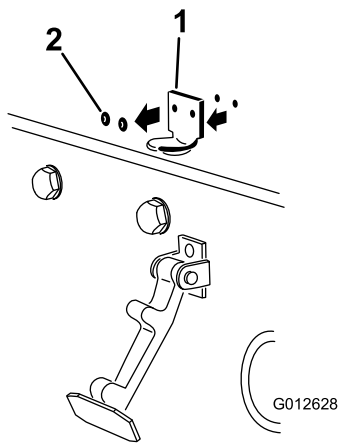

图 17
2. 卸下将机罩门锁支架固定至机罩的铆钉 2 个 图 17。从机罩上卸下机罩门锁支架。